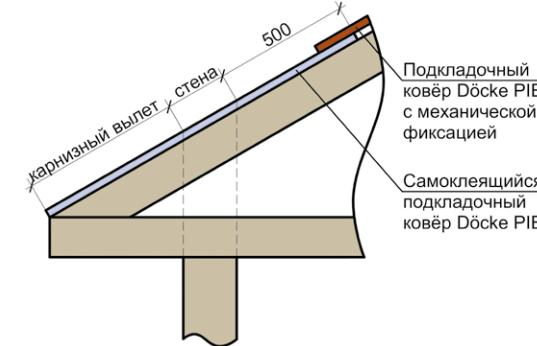
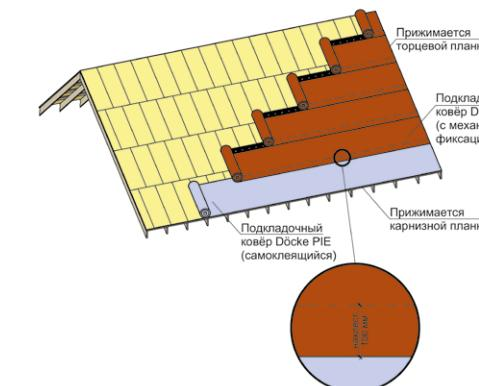

Рис. 8. Схема укладки самоклеящихся подкладочных ковров на карнизный свес.
Рис. 10. Схема расположения подкладочного ковра Döcke (последовательность укладки полотен в соответствии с пунктом 4.1.6.).
4.1.3 В ендove и вдоль карнизного свеса рекомендуется укладывать самоклеящийся подкладочный ковёр Döcke. Величина карнизного свеса равна величине карнизного вылета плюс часть ската над стеной плюс 500 мм (рис. 8). Остав шуюся поверхность скатов допускается укрывать подкладочными коврами Döcke с механической фиксацией (рис. 10, рис 12). Также допускается монтаж самоклеящихся подкладочных ковров Döcke по всей площади кровли.
4.1.8 Крепёж подкладочного ковра осуществляется гвоздями (тип 1, таблица №1). Схема крепления полотен подкладочных ковров Döcke показана на рис. 10. Самоклеящиеся ковры Döcke вдоль карниза снизу прижимаются карнизными планками (п. 5 – «Установка карнизных и торцевых металлических планок»).